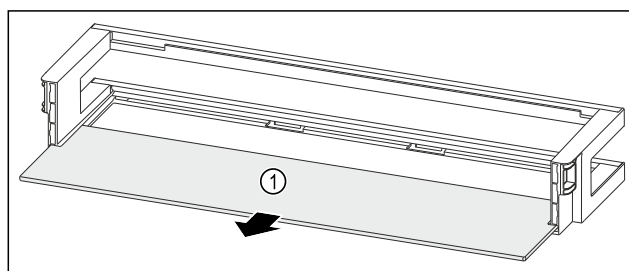

Fig. 163 Balconcino controporta con ripiano
- ▶ Rimuovere il ripiano Fig. 163 (1).